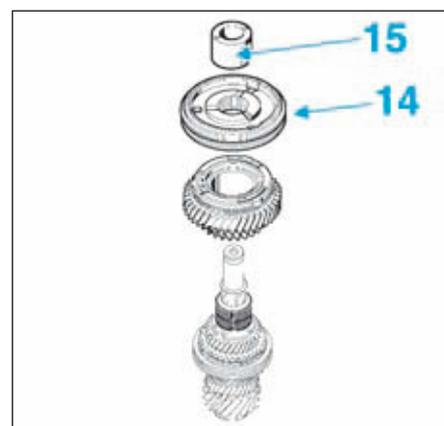
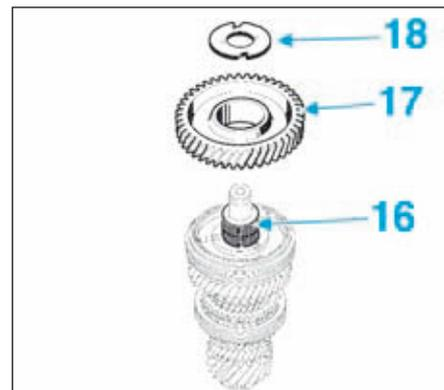

FIG.33
FIG.34
- Poser le moyeu baladeur de 1^{re}/2° (14) à l'aide d'un mandrin de diamètre approprié (indice "N") (épaulement long du moyeu côté pignon de 2°) (Fig.33).
- Reposer la bague sous pignon fou de première (15) à l'aide d'un mandrin de diamètre approprié (indice "N") et appliquer une pression de 5 tonnes avec la presse d'atelier.
- Poser la cage à aiguilles (16) (Fig.34).
- Reposer le pignon fou de 1^{re} (17) puis la rondelle cannelée (18).